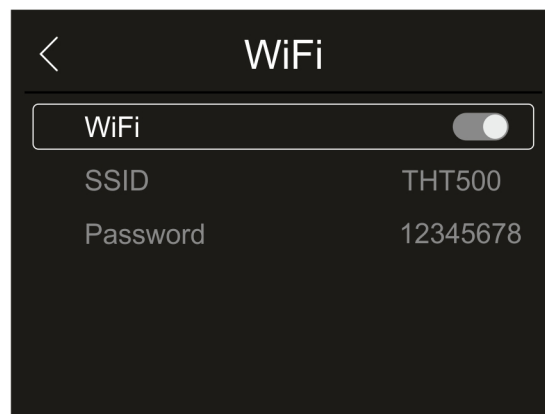

Fig. 17: Attivazione collegamento WiFi
1. Toccare la voce “WiFi” per entrare nella sezione di attivazione/disattivazione e personalizzazione del collegamento WiFi sullo strumento. Le videate di Fig. 17 – parte destra è mostrata a display.